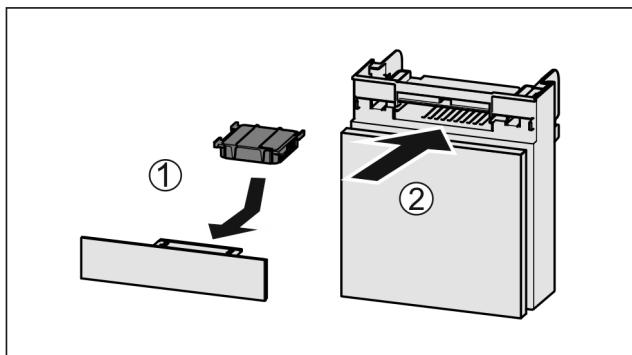

Fig. 114
- Aktivni ogleni filter vstavite Fig. 114 (1) skladno s prikazom na sliki.
- Predal potisnite noter Fig. 114 (2).